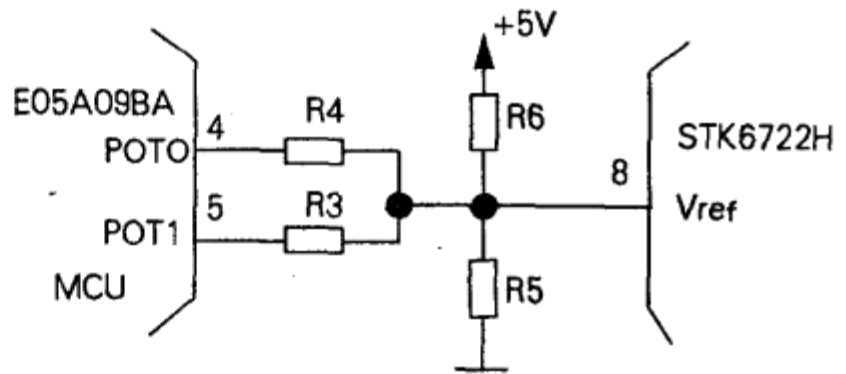

图2
**分析与维修:**字车电机发烫,说明绕组中流过电流过大,而电流大又说明所供电压太高。检修时,将打印机置于通电状态,字车不运行时,用示波器检测字车驱动电路主厚膜块STK6722H第②脚,发现信号脉宽由正常的8 $\mu$ s上升为14 $\mu$ s,其平均电压远超过+5V,显然,这就是电机发烫的原因。电机绕组电压的升高或降低与参考电压大小有关,参考电压高,绕组电压也随之升高,反之,随之降低。因此,用示波器观测STK6722H第⑧脚输入参考信号电压,发现波幅为0.6V。正常波幅应为0.4V,可见参考电压幅值太高。再测参考电压电路(如图2所示),发现门阵列电路MCU的第④脚(POTO)和第⑤脚(POTI)输出全为高电平(正常时应全为低电平),其两脚输出异常,检测判定MCU(E05A09BA)损坏。换下MCU后,重测STK6722H第②脚波形正常,电机不发烫,打印机工作正常。